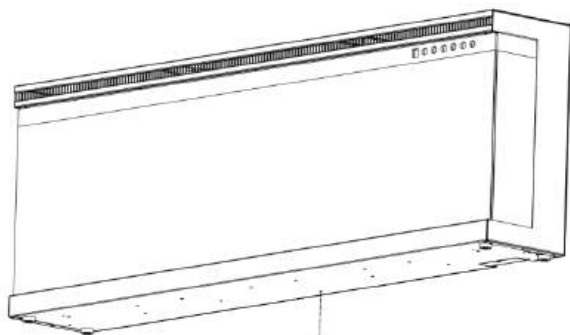

Fig 1-1
A. Sundejte stříbrný šroub ve spodní části zařízení. (Fig. 1-1). Odložte šroub stranou.